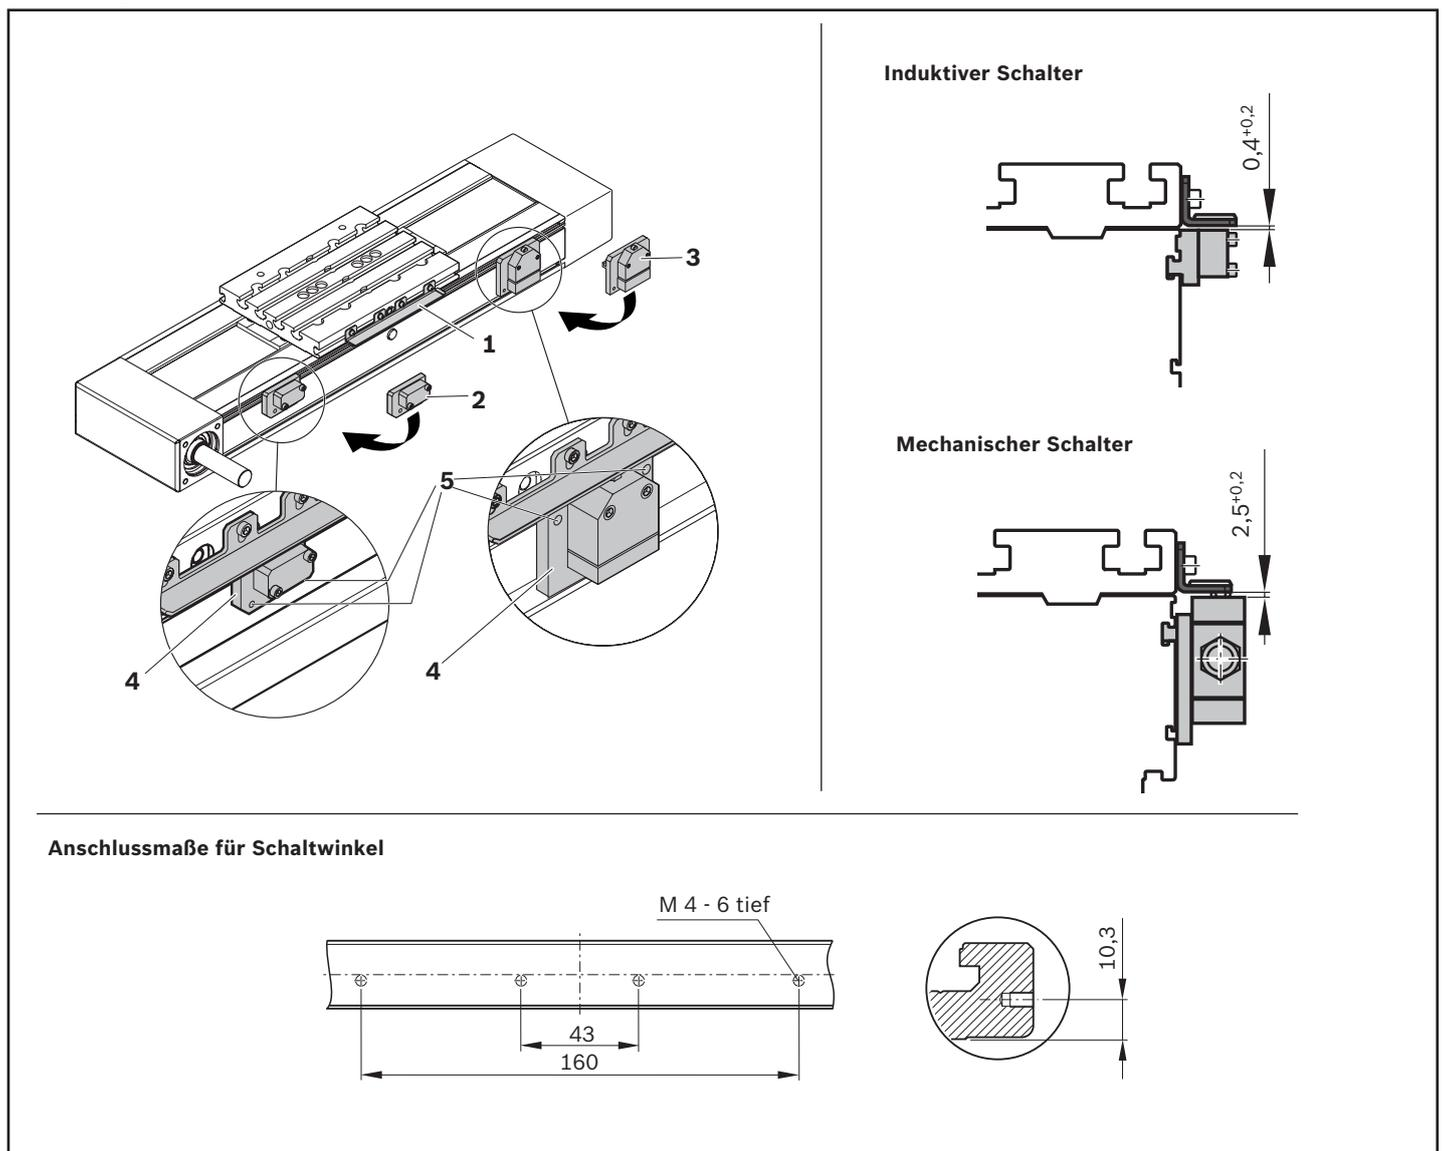

Fig. 10: Montage Schaltsystem am CKK/CKR-200
- ▶ Schalterbetätigung erfolgt ausschließlich über Schaltwinkel unter Verwendung der Verbindungsplatte. Fig. 10 zeigt CKR; für CKK ist die Montage identisch.
- ▶ Schaltwinkel an den Tischteilaufbauten festschrauben. Anschlussmaße beachten ➡ ☒ Fig. 10.